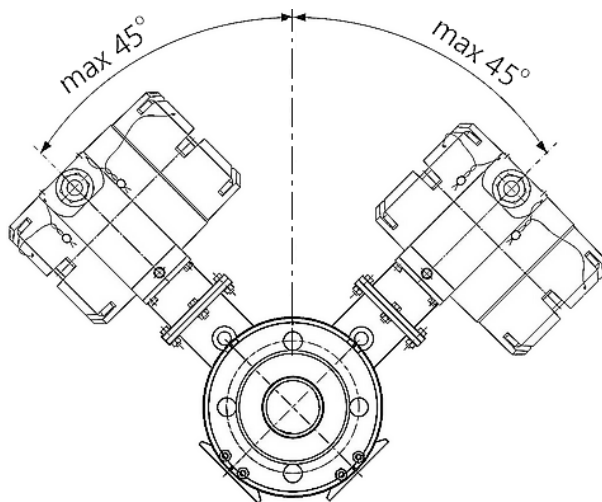

Рис.4 - Расположение ВП расходомера при монтаже
3.3.2 При монтаже в горизонтальный или наклонный трубопровод рекомендуется располагать расходомер вторичным преобразователем вверх (рис.3). Угол отклонения оси стойки ВП от вертикальной плоскости, проходящий через ось трубопровода, не должен превышать 45° (рис.4).